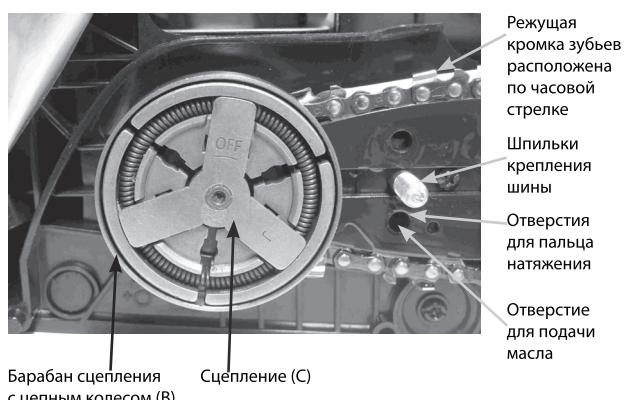

Рис.4
- Установите шину на шпильки как показано на Рис.4.
- Поместите цепь на зубья цепного колеса (B),расположенного позади сцепления (C). Удостоверьтесь в правильном положении цепи на звездочке.(рис. 4). Установите цепь на шине таким образом , чтобы зубья цепи своими режущими кромками были расположены вперед по ходу движения цепи, т.е. по часовой стрелке.
Барабан сцепления (В рис.4) мгновенно блокируется и цепь останавливается.
- Чистоту отверстия смазочного канала на шине (Рис.4) При необходимости почистить.